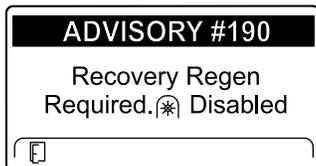

Figure 51
- ADVISORY #190 (avis n° 190), demande de régénération d'urgence – prise de force désactivée, affiché (Figure 51)